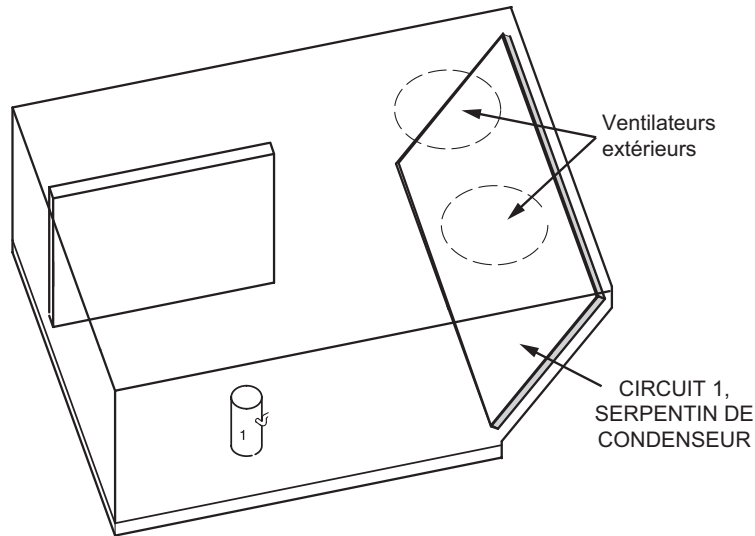

FIGURE 32
- 3 - Les unités SG/SC 036-060 contiennent un circuit de réfrigérant et un stage de climatisation. Reportez-vous à la FIGURE 32.